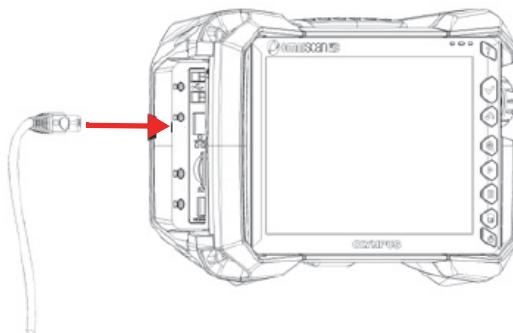

図 2-10 ケーブルをポートに挿入する
2. イーサネット、USB、HDMI 延長ケーブルを適切なポート（37 ページの図 2-10）に接続してください。